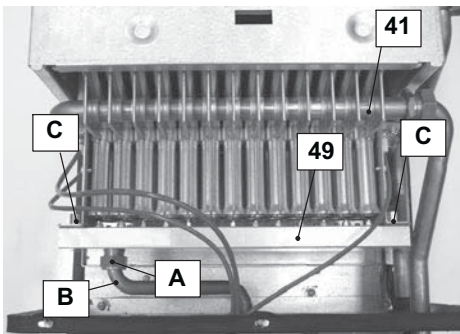

Fig. 8.1
- Quitar el panel frontal de la cámara de combustión y el quemador 41 Fig. 8.1.